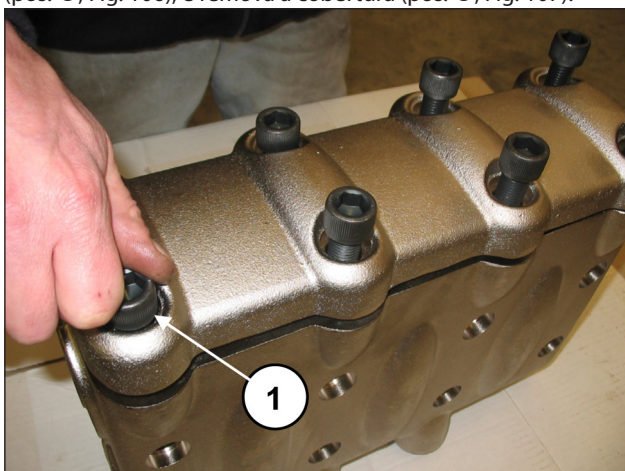
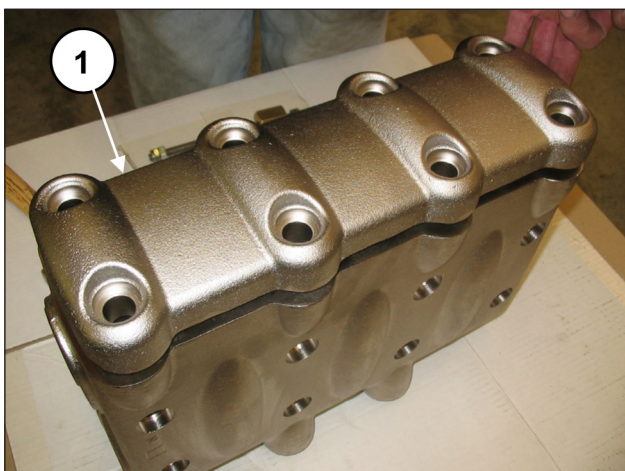

Fig. 106
Fig. 107
Extraia os oito parafusos M16x55 da cobertura da válvula (pos. ①, Fig. 106), e remova a cobertura (pos. ①, Fig. 107).